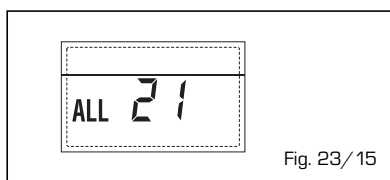

Fig. 23/15
- **INTERVENTO TERMOSTATO SICUREZZA SECONDA ZONA MISCELATA "ALL 22"** (fig. 23/16)